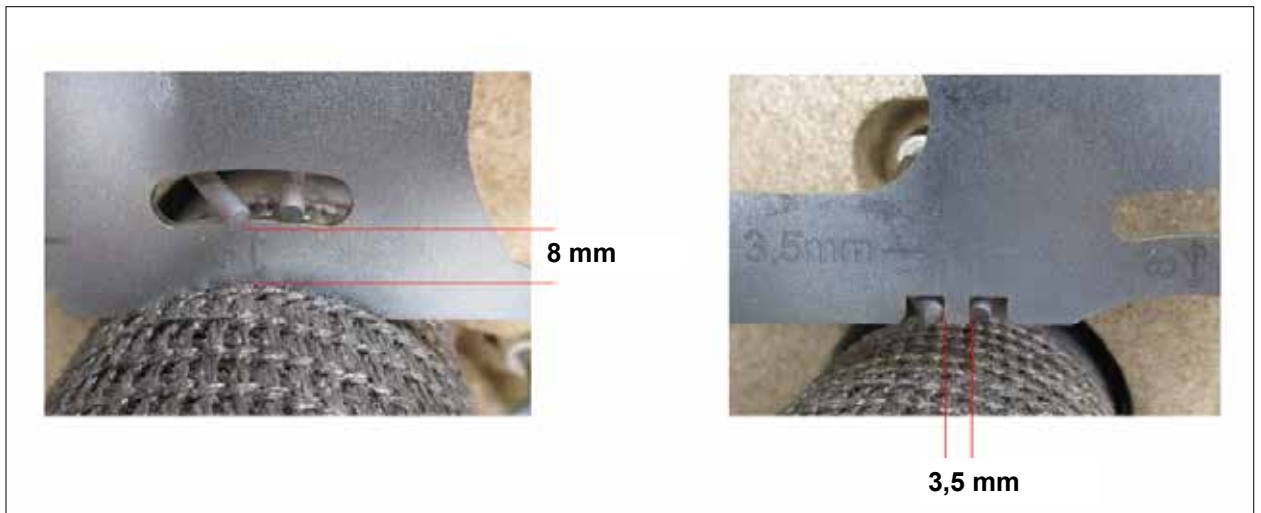

Abb. 5.15 Abstände Zündelektrode mit Wartungswerkzeug
- ▶ Abstände gemäß Abb. 5.15 prüfen.